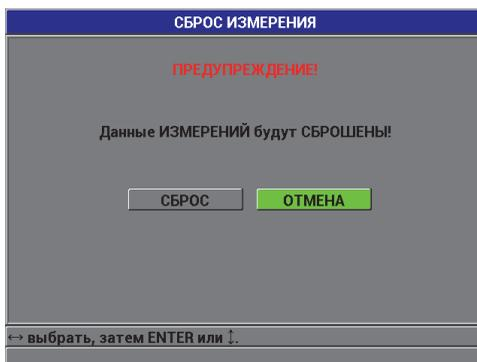

Рис. 7-13 СБРОС БАЗЫ ДАННЫХ – Предупреждающее сообщение
2. В подменю **СБРОС** выберите **БАЗА ДАННЫХ**, появится предупреждающее сообщение о **СБРОСЕ БАЗЫ ДАННЫХ** (см. Рис. 7-13 на стр. 139).